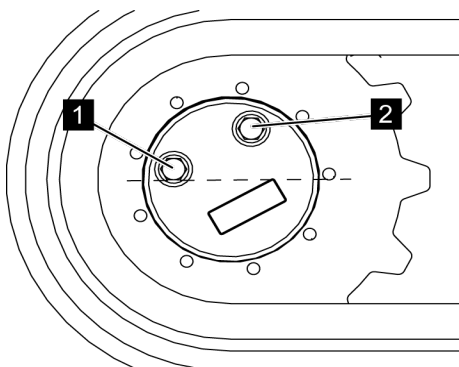

Fig. 160: Dévisser les raccords vissés
5. ➤ Dévisser les raccords vissés (Voir la Fig. 160/1 et 2).